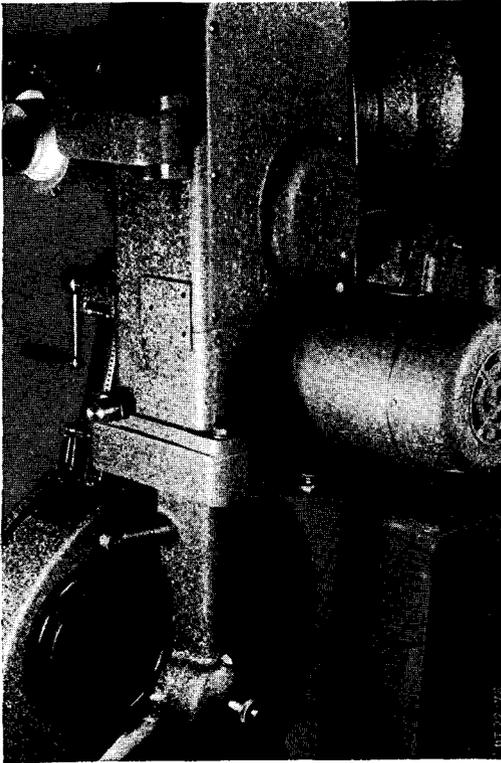

Bild 11 2 Öler für senkrechte Welle des Aufwickelarms, 3 Öleinfüllstelle für Aufwickelfriction, 4 Mutter zum Einstellen der Aufwickelfriction
Durch die Tischplatte hindurch schraubt man den Winkelöler 2 (Bild 11) in den Aufwickelarm ein.
Der Flanschmotor wird an die Rückseite des Werks angeschraubt (s. Bild 11). Eine Gummikupplung überträgt den Antrieb auf das Werk. Die Kupplung ist aus synthetischem Gummi (Buna), weil sie gegen Öl unempfindlich sein muß. (Die Kupplung für das Gebläse hat dieselben Abmessungen, ist aber aus Naturgummi und quillt auf, wenn sie mit Öl zusammenkommt. Sie ist am Umfang mit einem roten Strich gekennzeichnet. Bei Ersatz muß man deshalb angeben, ob die Kupplung für das Werk oder fürs Gebläse ist.)
In das Gehäuse des Aufwickelarms muß man ebenfalls Projektoröl einfüllen. Einfüllstelle siehe Bild 11, Pos. 3. Es darf jedoch nur so viel Öl im Gehäuse sein, daß das gezahnte Tellerrad gerade in das Öl eintaucht. Man kann dies feststellen, indem man bei laufendem Projektorwerk durch die Öleinfüllschraube das Innere des Aufwickelarmes beobachtet. Der Zahnkranz des Teller-rades muß dann Öl mitnehmen, die Friktionsscheibe hingegen nicht.
Der aus der Tischplatte herausragende Klappöler 2 (Bild 11) am Aufwickelarm, sämtliche Andruck- und Laufrollen des Werks, des Lichttongerätes und der Filmkanäle (Rollen abnehmen, Bohrung und Achse reinigen und leicht einölen).
**Aufwickelarm.** Auch das Drehmoment der Aufwickelfriktion kann mit einer Randelmutter (Bild 11, Pos. 4) an der Rückseite des Armes geregelt werden. Die Friktion muß so schmiegsam arbeiten, daß der Film am Kern der Filmspule nicht zu straff und bei voller Filmspule noch genügend fest aufgewickelt wird, so daß die Windungen nicht lose durchhängen. Ob der Film sich richtig aufwickelt, kann man prüfen, indem man ihn während des Laufs zwischen der unteren Transportrolle und dem Filmkanal mit dem Finger zu einer größeren Schleife nach vorne zieht. Diese Schleife muß, sobald man sie losläßt, von der Aufwickelfriktion wieder weggezogen werden. Der Zug darf aber keinesfalls so groß sein, daß der